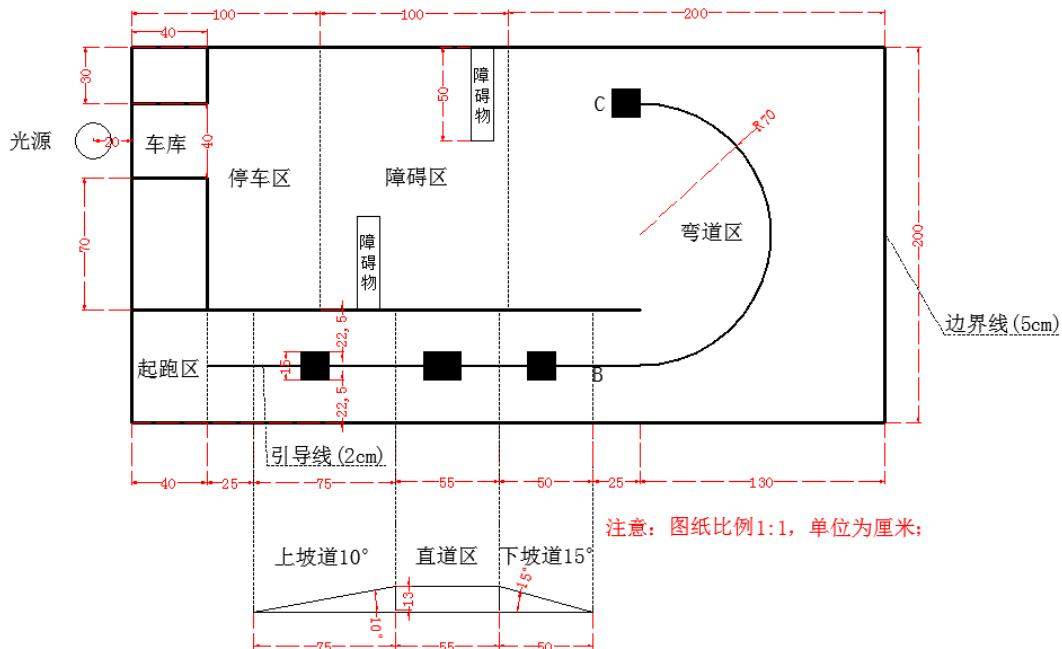

图1 赛道尺寸
- 光源采用 200W 白炽灯，白炽灯泡底部距地面 20cm，其位置如图 1 所示。